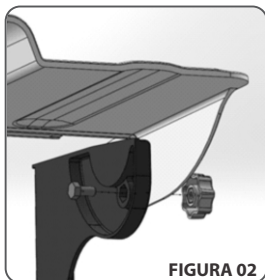

FIGURA 02
- > Posicione o direcionador sobre as duas abas laterais, encaixe o parafuso na parte interna da aba suporte e atarraxe a manopla, conforme **Figura 02 - Aba Lateral Direita**.